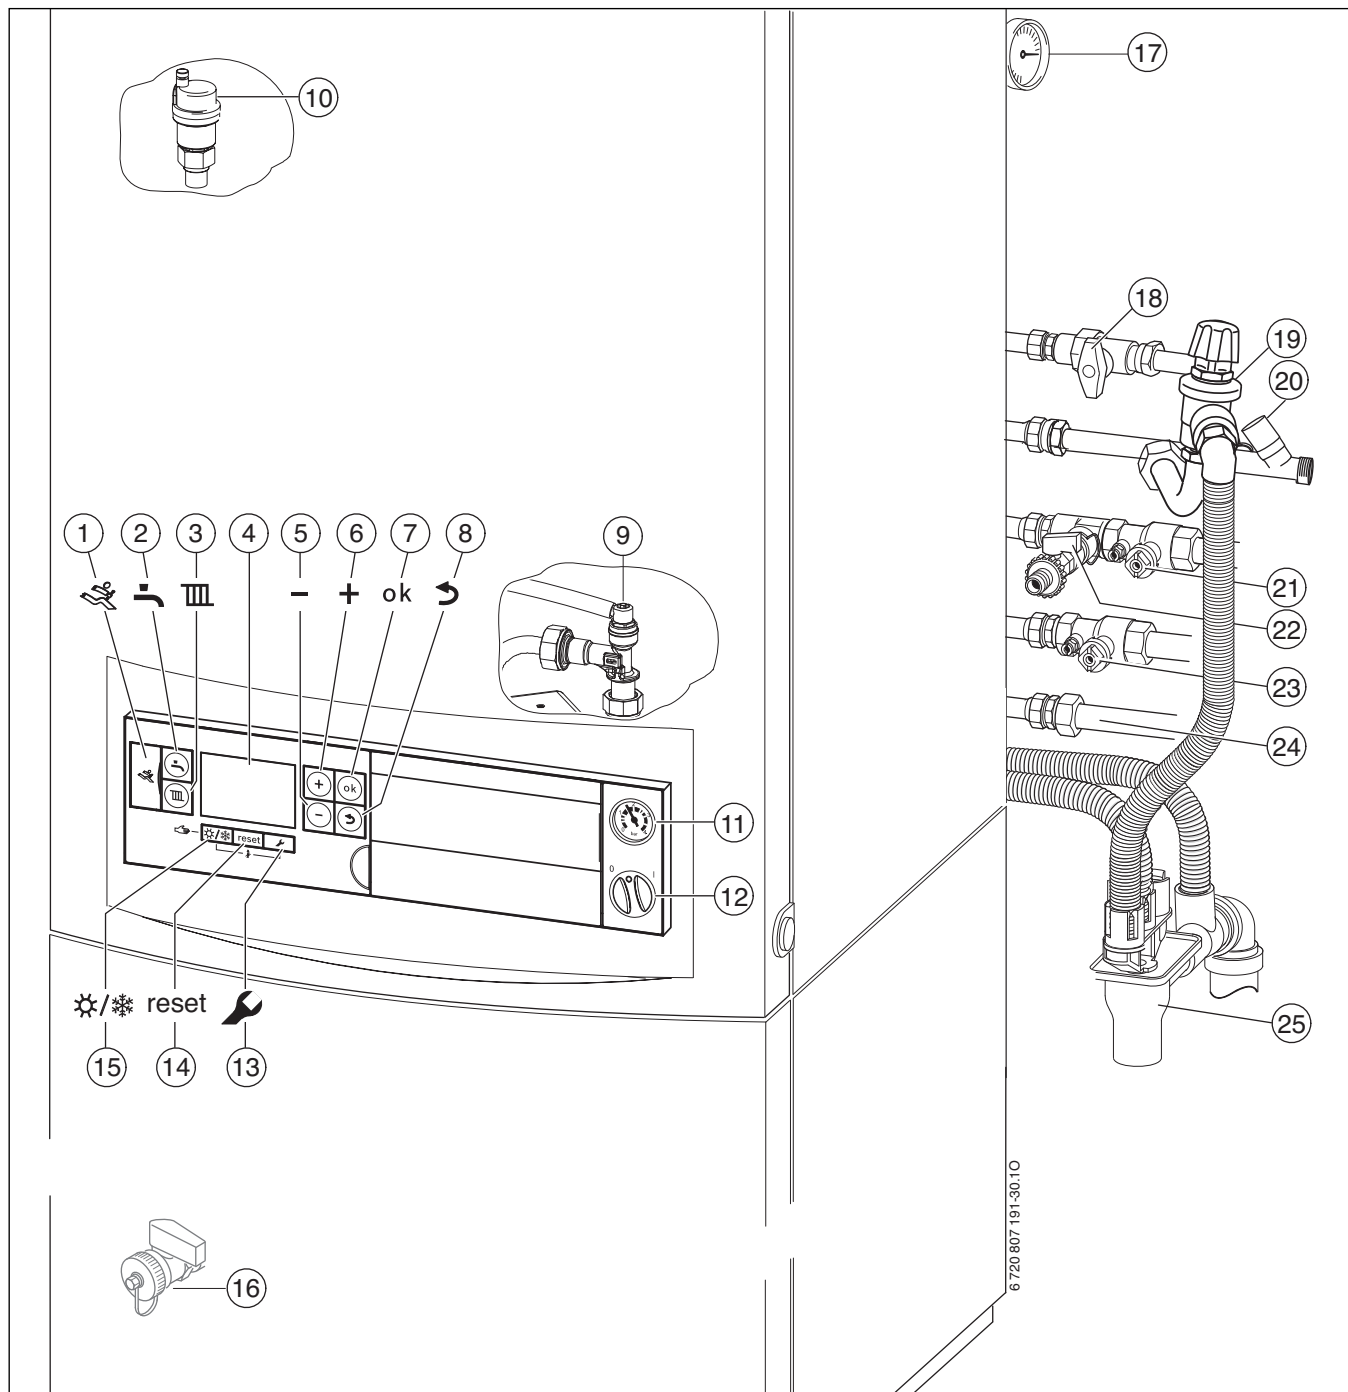

Bild 236
- ▶ Heizungsvorlaufhahn und Heizungsrücklaufhahn (→ Bild 236, [21] und [23]) öffnen.